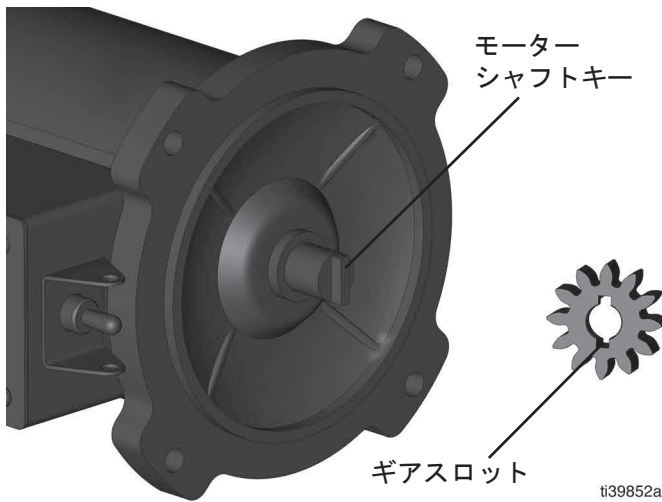
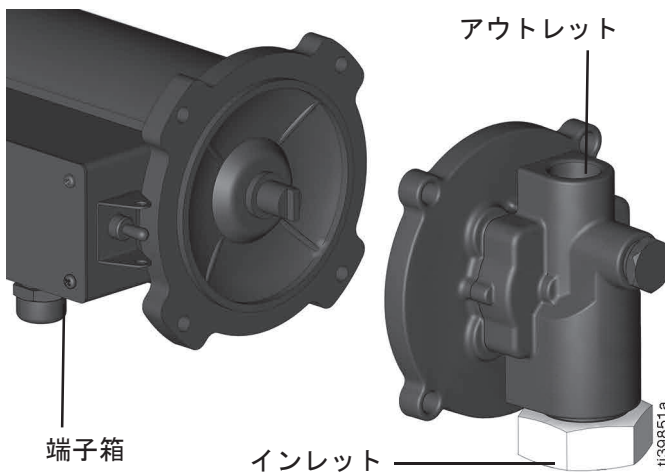

図 24
図 25
1. ポンプハウジングアセンブリをモーターに取り付けます。モーターシャフトキーは、内側カバーのギアのスロットと一致する必要があります。ポンプアウトレットを上向きにし、端子箱はポンプアウトレットとポンプインレットの中央に配置します（図24、図25）。